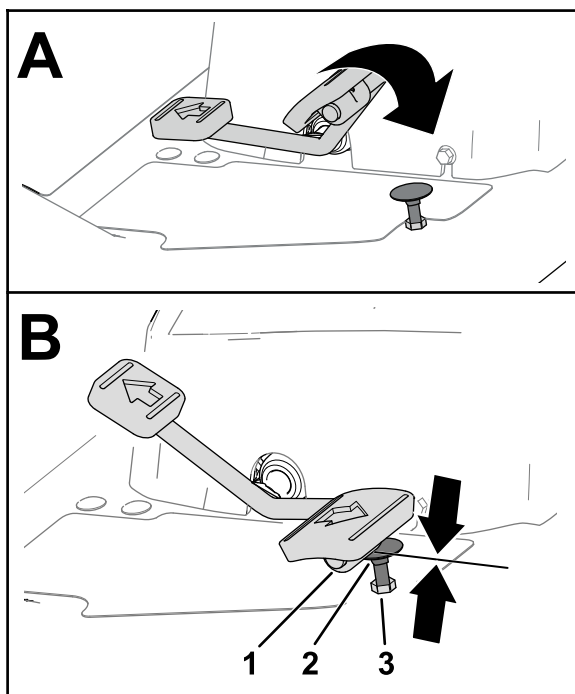
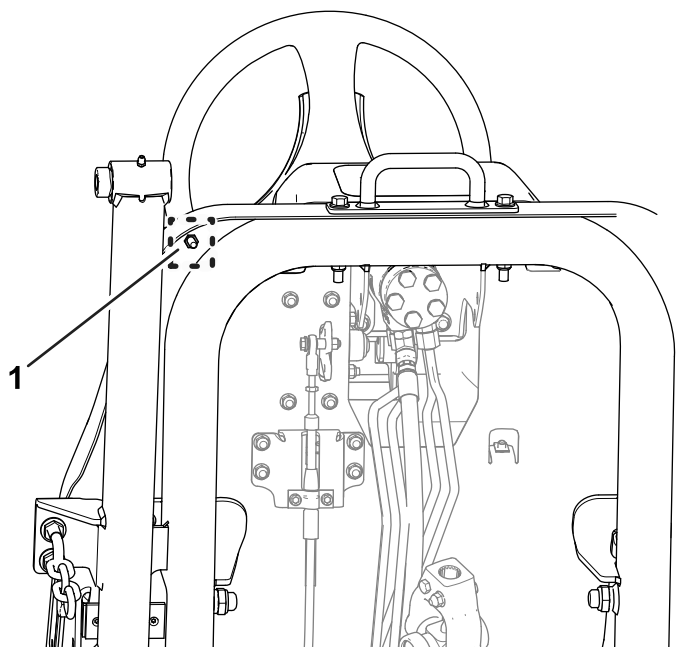

Figure 81
Figure 82
1. Poussez complètement la pédale de déplacement en avant (Figure 81).
- A. Bloquez la butée de la pédale de déplacement (Figure 81) avec une clé.
- B. Desserrez l'écrou de blocage au bas du repose-pied (Figure 82).
- C. Poussez complètement la pédale de déplacement en position avant (Figure 81).
- D. Tout en maintenant la butée de la pédale de déplacement, réglez l'écrou de blocage situé au-dessus du repose-pied (Figure 81) jusqu'à ce que la pédale touche la butée.
- F. Tout en maintenant la butée de la pédale de déplacement, serrez l'écrou de blocage au bas du repose-pied (Figure 81 et Figure 82) à un couple de 37 à 45 N·m.